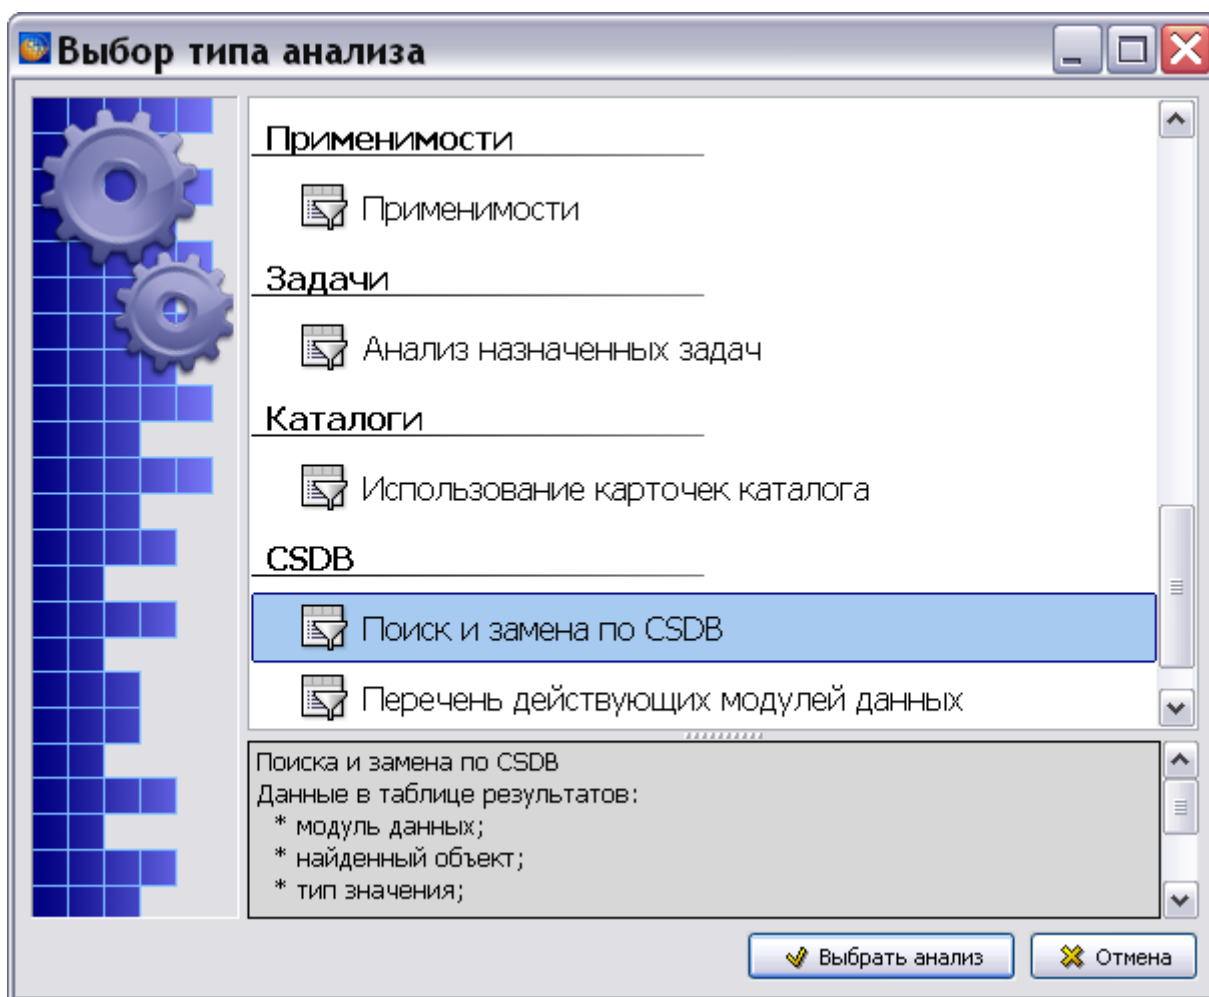

Рис. 21.181
1. В окне **Выбор типа анализа** выберите тип анализа «Поиск и замена по CSDB» (Рис. 21.181).